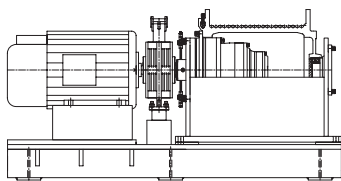
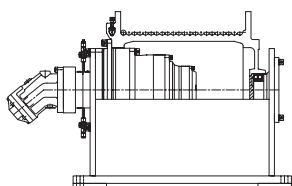

图3
图4
以下安装说明涵盖液压马达驱动卷扬机、电机驱动卷扬机以及不带驱动单元的卷扬机，用户根据自己的产品类型见图3、图4，确定合适的安装方法
- 1、将液压马达用合适的吊装工具可靠地固定在起升设备（行车、吊车）上。并按图4所示方法运送到卷扬机输入端。